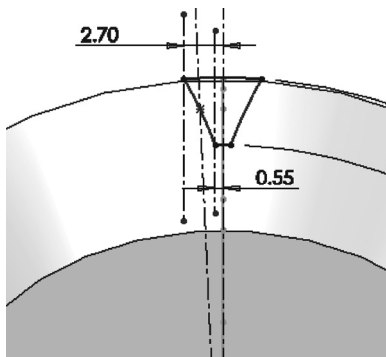

图 8-68 裁剪草图
⑨ 裁剪草图。选择菜单栏中的“工具”→“草图工具”→“剪裁”命令，或单击“草图”控制面板中的“剪裁实体”按钮，将齿形草图的多余线条裁剪掉，结果如图 8-68 所示。